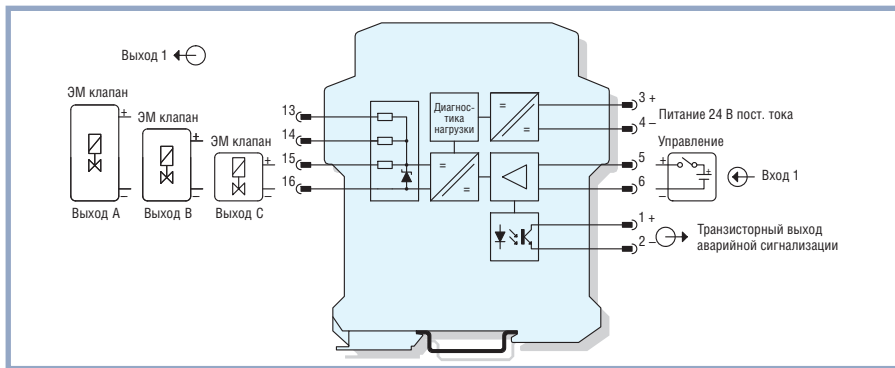

Рис. 12. Функциональная схема модуля D1047S
5. Модули с уровнем SIL 3, с питанием от контура, для ND-нагрузок, с контролем состояния линии: D1047S (рис. 12).